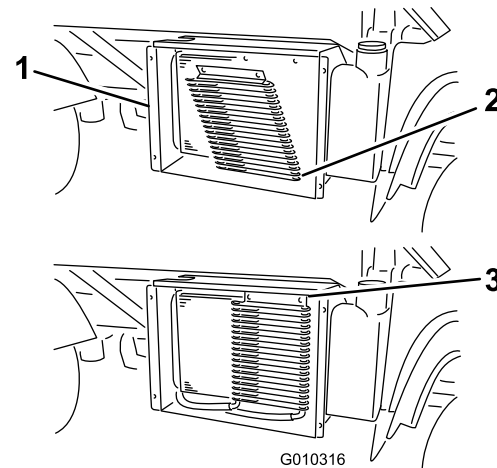

Figura 57
3. Si está instalado, abra los cierres y gire el enfriador de aceite, separándolo del radiador (Figura 57).